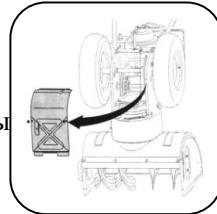

Рис.11
2. Осторожно поверните снегоуборочную машину вверх и вперед, так чтобы она оперлась на корпус шнека. Снимите крышку с нижней части машины, выкрутив четыре винта, которые крепят ее. См. рис. 11